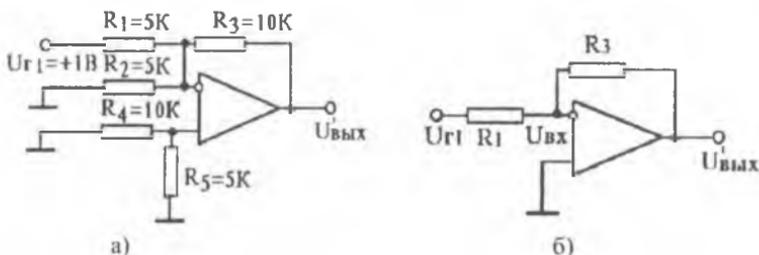

Рисунок 3 – Упрощенные схемы усилителя-сумматора для случая
1) При расчете воспользуемся методом наложений. Полагаем, что  $U_{\Gamma 2} = U_{\Gamma 3} = 0$ . При этом получим схему, представленную на рисунке 3,а. Поскольку для идеального ОУ входные токи равны нулю, по сопротивлениям, находящимся между общей шиной и неинвертирующим входом, ток протекать не будет. При этом можно считать, что неинвертирующий вход заземлен. Исходя из принципа «мнимой земли», ток по сопротивлению  $R_2$ , присоединенному между инвертирующим входом и землей, не течет, т.к. в противном случае  $U_{\text{вх}} > 0$  и  $U_{\text{вых}} = K U_{\text{вх}} = -\infty$ , что невозможно. Отсюда получаем окончательно упрощенную схему для расчета (рисунок 3, б).